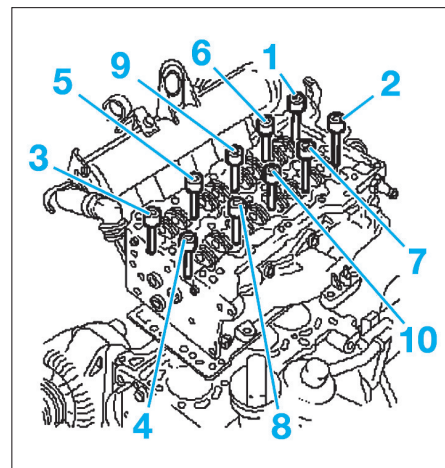

FIG. 86
- les vis de culasse dans l'ordre indiqué (Fig.86),